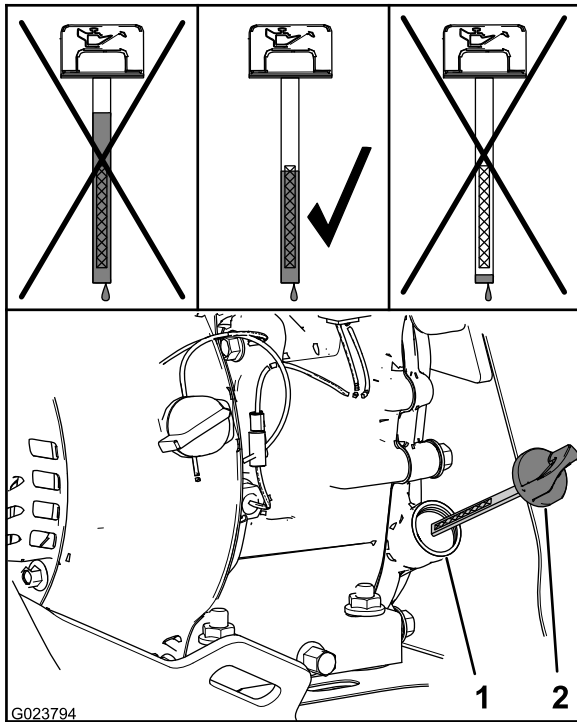

Bild 25
2. Nehmen Sie den Peilstab heraus und prüfen Sie den Ölstand (Bild 25).
Hinweis: Der Ölstand sollte über der Markierung am Peilstab liegen (Bild 25).
- A. Füllen Sie das angegebene Öl in den Füllstutzen (Bild 25).